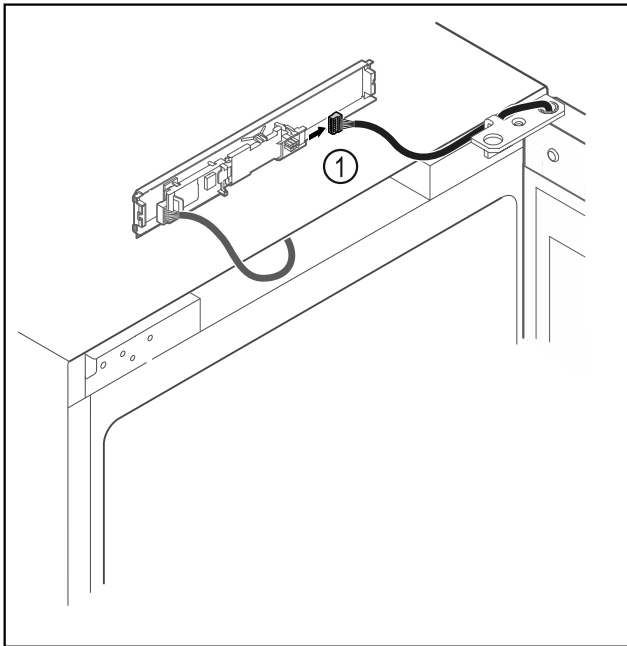

Fig. 19
- ▶ Отсоедините штекер Fig. 19 (1) от панели.